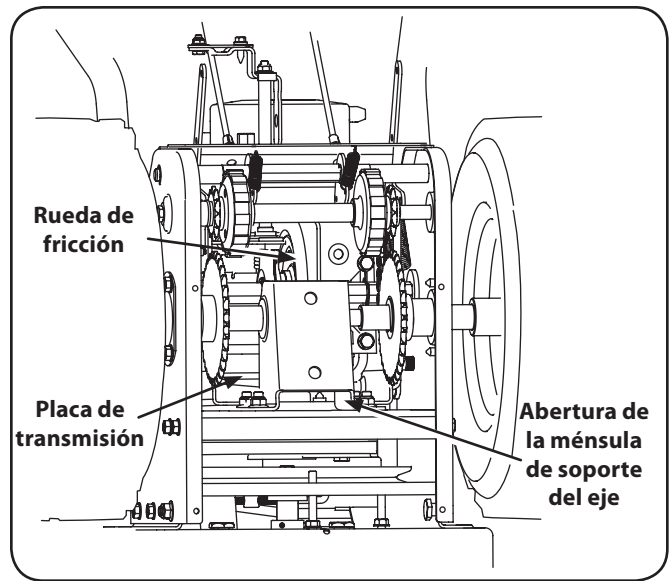

Figura 6-7
3. Con el control de la transmisión de las ruedas engranado, la rueda de fricción debe hacer contacto con la placa de la transmisión. Vea la Figura 6-7.